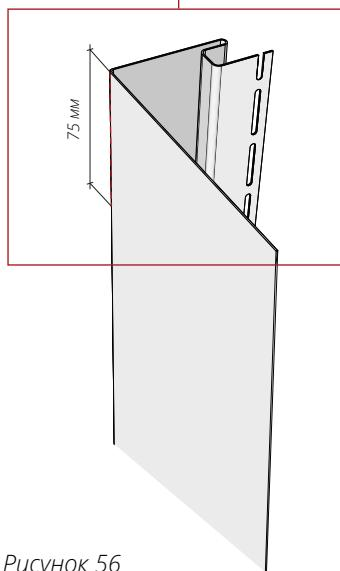
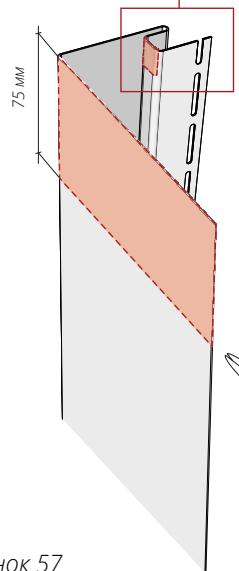

Рисунок 56
Рисунок 57
**13.13** Сделайте разметку с последующим подрезом согласно рис. 56, рез должен проходить по центру загиба. Далее отмерьте и подрежьте широкую часть околооконной планки (рис. 57). Произведите вырез в пазовой части околооконной планки (рис. 57.1).